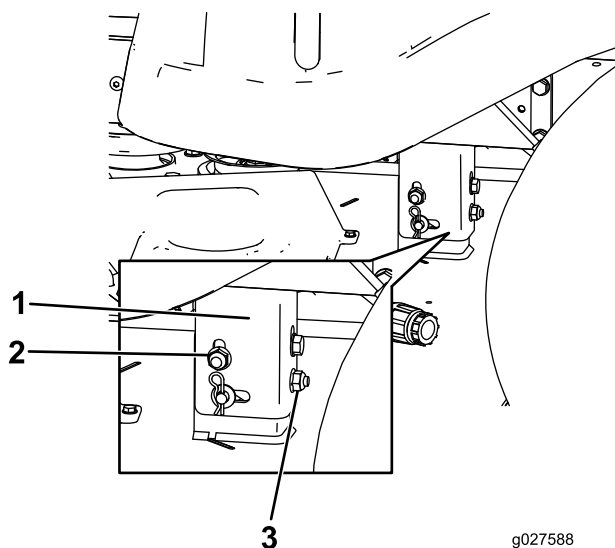

Figure 52
8. Élevez ou abaissez le côté gauche du tablier de coupe en tournant l'écrou arrière (Figure 52).